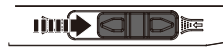

Fig. 4
Deslice el interruptor de selección de soplado/ aspiración (8) (Fig. 4) hacia la derecha para soplar el polvo del recorrido de corte.